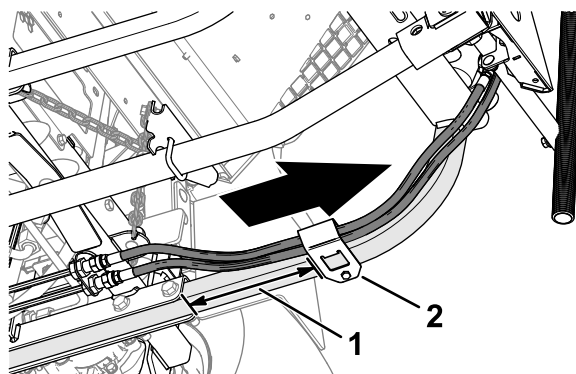

Figura 17
- Enrute el cilindro y las mangueras hasta la parte trasera del bastidor de elevación (Figura 17).
- Instale el protector de mangueras alrededor de las mangueras a 9 cm (3.5") del canal del tubo trasero, como se muestra en la Figura 17.